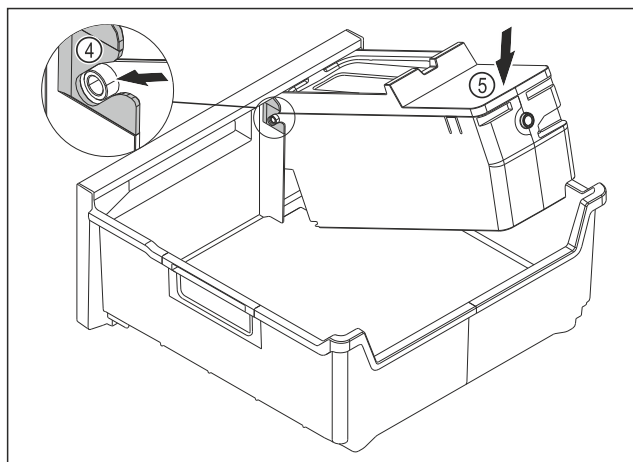

Fig. 97
- EasyTwist-Ice-Korpus montieren: Achsen des EasyTwist-Ice-Korpus in die Führungen Fig. 97 (4) einstecken.
- EasyTwist-Ice-Korpus Fig. 97 (5) hinten nach unten drücken.